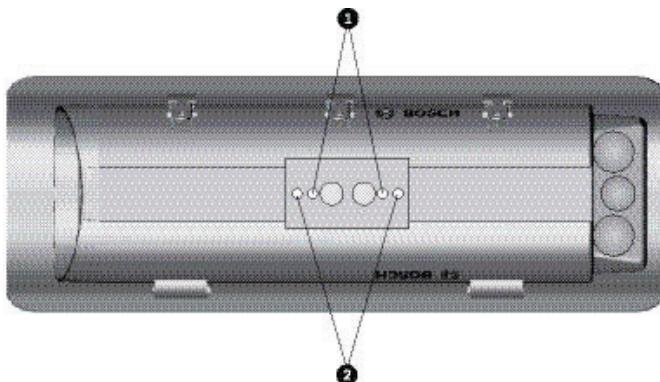

Figura 5.1 Furos rosados para montagem com ligações pela retaguarda ou para cablagem directa
2. Os orifícios de 1/4-20 mais exteriores servem para montar suportes directos e os orifícios de 1/4-20 mais interiores servem para montar todos os outros suportes e sistemas de rotação vertical-horizontal. Ver Figura 5.1.